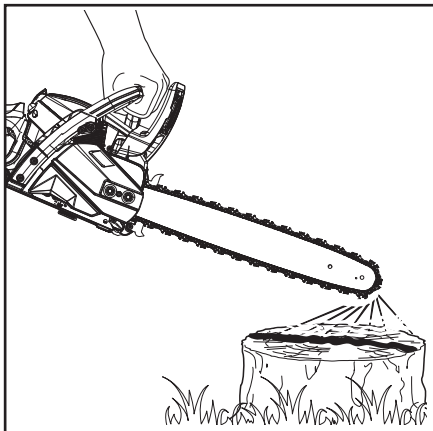

Fig. 12
1. Asigură-te că lama de ghidare (2) și lanțul fierăstrăului (3) sunt montate când verifici distribuția uleiului.
2. Pornește motorul (după cum se descrie în secțiunea „**Pornirea motorului**”), lasă-l să funcționeze la turație medie și verifică dacă uleiul de lanț este distribuit după cum se arată (Fig. 12).